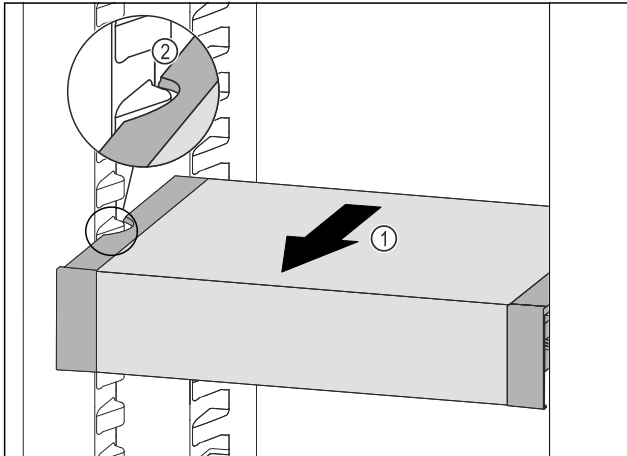

Fig. 101
- ▶ Вытягивайте VarioSafe вперед Fig. 101 (1), пока боковые выемки VarioSafe не окажутся на высоте выступа резервуара в холодильном отделении. Fig. 101 (2)